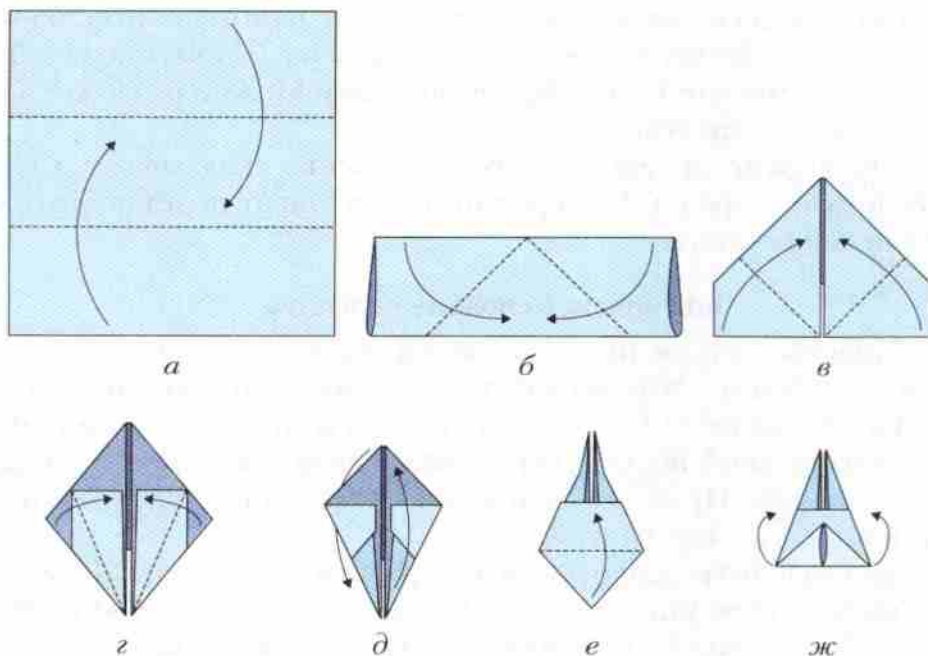

Рис. 40. Последовательность складывания салфетки «зайчик» (*а–ж*)
1. Разделить салфетку на три равные части (рис. 40, а) и заутюжить к середине сначала нижнюю, затем верхнюю треть.
2. Полученную полоску сложить пополам, приутюжить сгиб и снова разложить. Оба верхних угла уложить вниз к приутюженному сгибу (рис. 40, б).
3. Завернуть вверх и к середине два нижних уголка (рис. 40, *в*). Салфетка должна напоминать поставленный на угол квадрат.
4. Завернуть два боковых уголка к середине и слегка приутюжить сгибы (рис. 40, *г*).
5. Перевернуть салфетку на 180° так, чтобы нижняя сторона оказалась сверху (рис. 40, *д*).
6. Отвернуть вверх нижний уголок (рис. 40, *е*). Получится хвостик зайчика.
7. Завернуть вперёд оба угла по нижнему краю хвостика и зафиксировать с помощью булавки. Вытянуть ушки (рис. 40, *ж*).